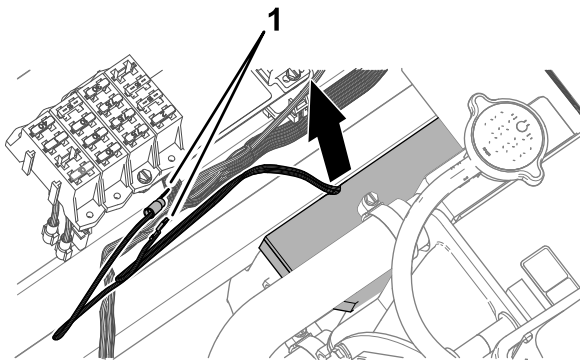

Figure 18
3. Tirez le faisceau du kit vers le porte-fusibles, comme montré à la Figure 18.